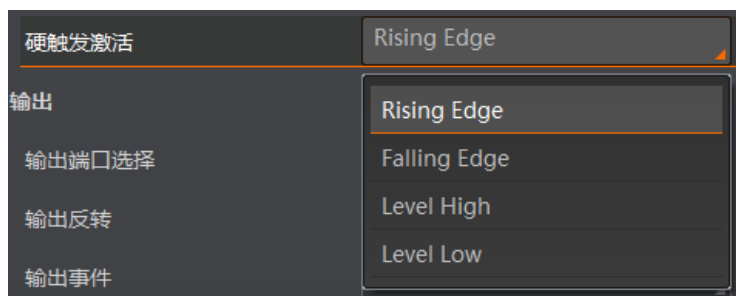

图4-46 外部触发参数触发方式设置
6. 若触发源选择外部触发，可选择硬触发激活方式 Rising Edge（上升沿）、Falling Edge（下降沿）、Level High（高电平）或 Level Low（低电平），如图 4-46 所示。具体工作原理如下：